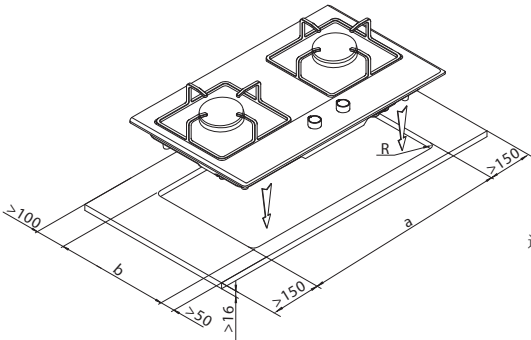

图1 单位：mm（毫米）
- 灶面上方应留有1000 mm以上的空间。如安装吸油烟机，则按吸油烟机的安装要求预留此空间。在灶台面上开嵌装孔，请确保台面开孔与四周保持安全距离。（见图1）